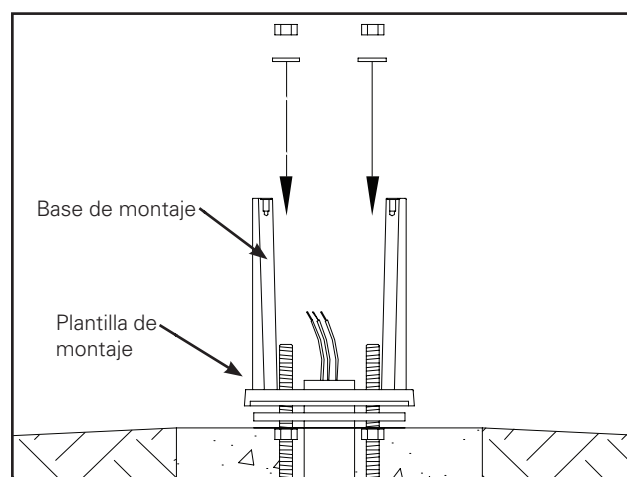

Figura 3.
2. Quite el alojamiento externo de la base de la luminaria. Luego, extraiga las cuatro tuercas superiores de los pernos de anclaje y deseche la plantilla de aluminio. Asegúrese de que la almohadilla de montaje de neopreno esté en su lugar, en la parte inferior de la base de montaje. Coloque la base de montaje sobre los pernos y vuelva a colocar las cuatro tuercas, según sea necesario. (Figura 3.) Se recomienda quitar la placa de montaje del controlador cuando sea necesario. Para nivelar la base, ajuste las cuatro tuercas de bloqueo. Utilice la llave de 9/16" para ajustar las tuercas. A medida que ajuste las tuercas, la base comprimirá la almohadilla de neopreno subyacente para un nivelado fácil y rápido. Selle la entrada del conducto contra el ingreso de agua o humedad desde la parte posterior hacia arriba de la luminaria, con un material de encapsulamiento reformable o de silicona.